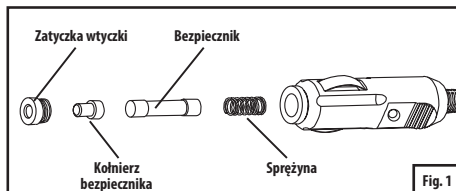

Fig. 1
- Sprawdzić bezpiecznik we wtyczce pompy (patrz rys. 1).